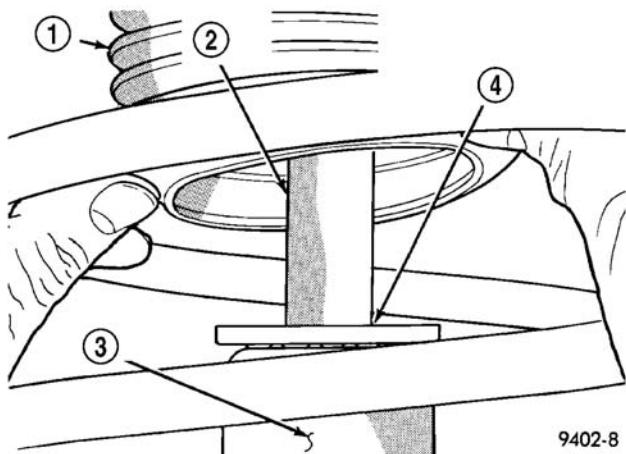

图 39 滑柱总成渗漏检查 (典型)
- (2) 检查滑柱总成防尘罩有无损坏或磨损（图 39）。
- (3) 检查下弹簧座的螺旋弹簧减震垫是否有损伤或变质的现象。
(4) 提起防尘罩（图 39），检查滑柱总成的储液罐上端有无漏液现象。（实际漏液状况为油液向下流并从滑柱总成下端滴落）。在滑柱杆和滑柱轴封之间的少量渗漏是正常的，不影响滑柱总成的性能（图 39）。还要检查缓冲块有无损坏或变质的迹象。